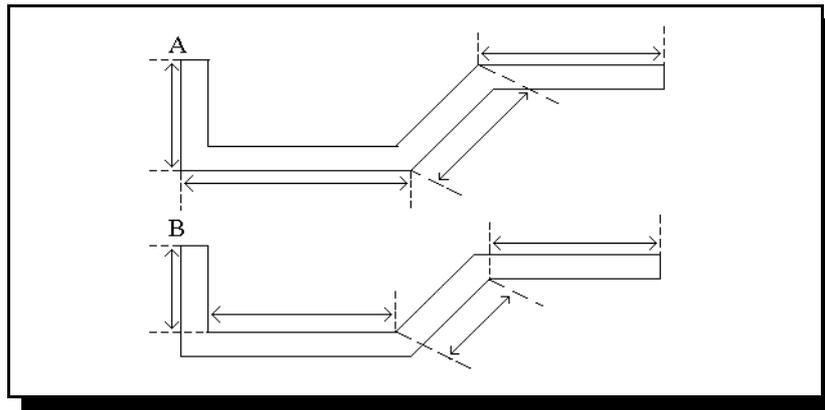

Fig. 2.2.c Dimensions intérieur/extérieur
Vous devez également indiquer si les dimensions de votre dessin sont des dimensions intérieures ou extérieures. La figure 2.2.c explique ce que l'on entend par dimensions intérieures (B) et extérieures (A).